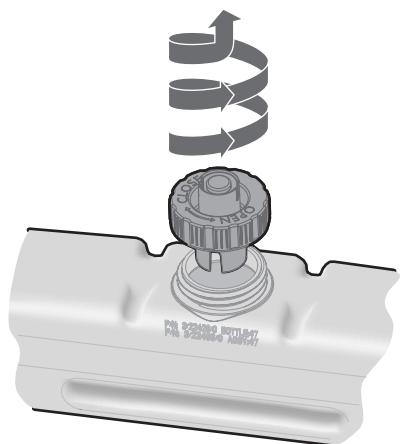

Fig.6
4. Coloque el tanque de agua en el fregadero y retire la tapa, en sentido contrario a las agujas del reloj para abrirla. (Vea la Fig. 6)